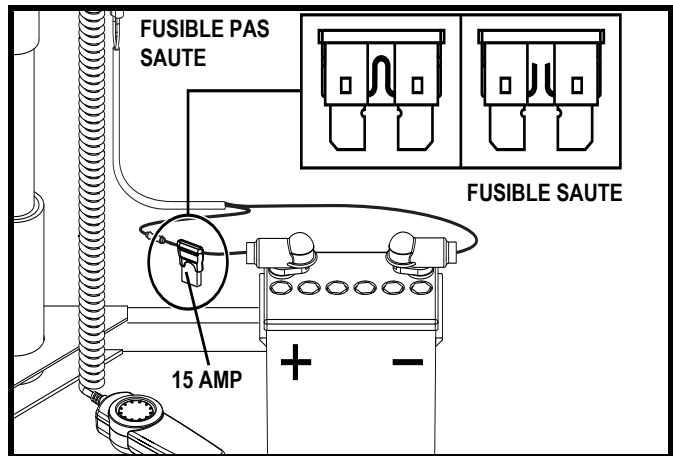

Figure 11. Fusible câblé
- Si le bouton de réinitialisation du disjoncteur n'est pas déclenché, vérifiez le fusible câblé pour voir s'il a sauté. Remplacez-le si nécessaire. **Voir la figure 11.**
- Vérifiez le fusible situé sur le fil d'alimentation rouge près de la batterie. S'il a sauté, le remplacer par un nouveau fusible de 15 ampères. **Voir la figure 11.**